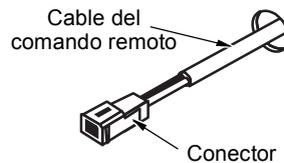

Fig. 2
3. Inserte el cable del comando remoto en su agujero asegurándose que los terminales con conector estén lo más cerca posible del comando remoto (Fig.2).
3. Conecte este conector al cable de conexión “EZ” en el extremo marcado como “To EZ Connect” (Fig.2). El otro extremo del cable de conexión “EZ” marcado como “To PCB” debe conectarse al conector libre de la parte superior del circuito electrónico de la unidad esclava (Fig.2 e Fig.3).
5. Sustituir el colector de alimentación del gas realizando los pasos siguientes (Fig.2):